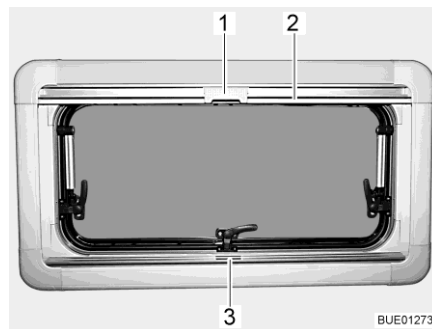
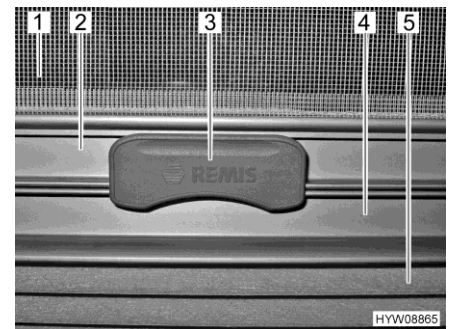

Bild 14 Ausstellfenster
Bild 15 Raste
Faltverdunklung Die Faltverdunklung (Bild 15,5) befindet sich im unteren Rollokasten.
- Faltverdunklung in der Mitte der Griffleiste (Bild 14,3 und Bild 15,4) fassen, von unten nach oben ziehen und auf der gewünschten Höhe loslassen. Die Faltverdunklung bleibt in dieser Höhe stehen.
Insektenschutzrollo Das Insektenschutzrollo (Bild 15,1) befindet sich im oberen Rollokasten.
- Insektenschutzrollo an der Griffleiste (Bild 14,2 und Bild 15,2) nach unten ziehen, bis es an der Griffleiste der Faltverdunklung (Bild 15,4) anstößt.
- Raste (Bild 14,1 und Bild 15,3) am Insektenschutzrollo mit der Griffleiste der Faltverdunklung verriegeln. Wenn die Raste verriegelt ist, können Faltverdunklung und Insektenschutzrollo gemeinsam verstellt werden.
- Raste (Bild 15,3) am Insektenschutzrollo oben drücken.
- Insektenschutzrollo an der Griffleiste (Bild 14,2) langsam zurückführen.